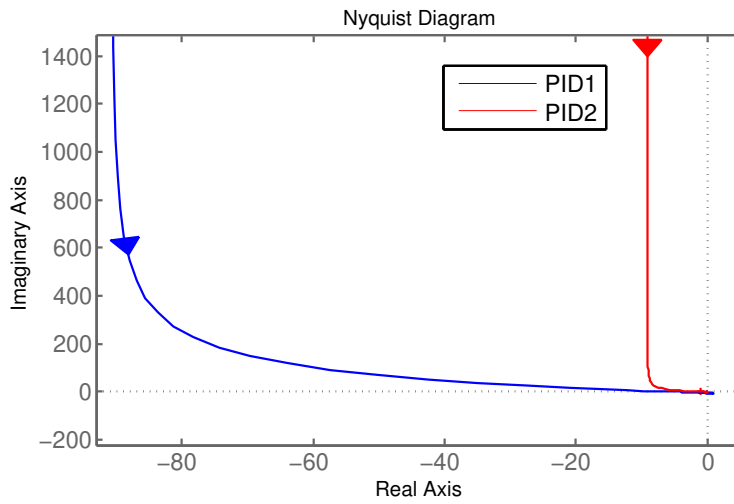

Abbildung 14: Nyquistdiagramm der PID-Regler
- (2 Punkte) Als Alternative zum P-Regler werden Ihnen zwei PID-Regler vorgeschlagen. Bewerten Sie Stabilität, Amplituden- und Phasenreserve sowie Führungsgenauigkeit anhand der Nyquistkurven der jeweiligen offenen Regelkreise in Abb. 14 und 15. Wählen Sie einen der drei Regler für die Regelaufgabe aus.